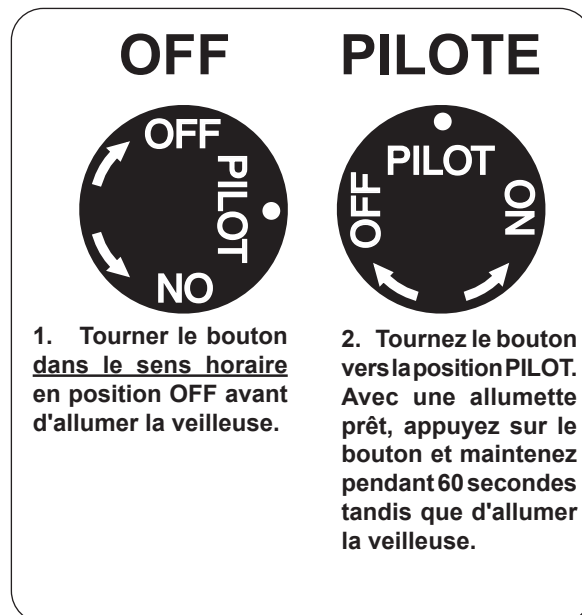

Fig. 26-1 Détail bouton de commande (OFF, PILOTE)
1. Localiser la vanne sur le côté gauche de l'appareil. Appuyer sur le bouton de contrôle du gaz et tourner dans le sens horaire en position **OFF** (Fig. 26-1).
2. Tournez le bouton de réglage dans le sens antihoraire pour **PILOTE** (Fig. 26-1). Appuyez sur le bouton de commande **fermement et pleinement** enfoncée. Mantenga partido largo chimenea o un encendedor cerca del termopar a encender el piloto. Continuez à tenir le bouton de commande pendant environ 60 secondes après que le pilote est allumé, puis relâchez le bouton. Le pilote reste allumé.